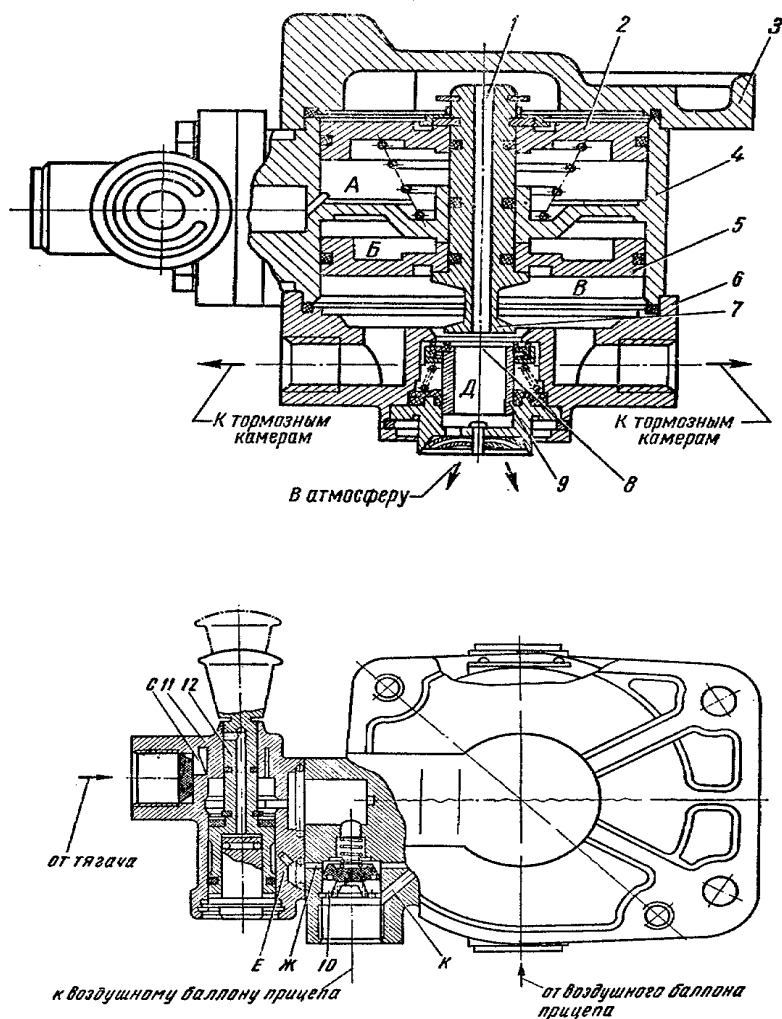

Рис. 10. Воздухораспределитель:
4.7.1. Воздухораспределитель (рис.10) состоит из корпуса 4 с перегородкой и двух крышек 3 и 6. Внутри корпуса 4 расположен следящий механизм, состоящий из штока 1, проходящего через отверстие в перегородке и связанного с двумя поршнями 2 и 5. Шток выступает за нижний поршень 5 и имеет на торце выступающей части тарелку 7.
4.7.2. Кран растормаживания (см. рис.10) крепится к воздухораспределителю и предназначен для растормаживания прицепа в отцепленном состоянии.